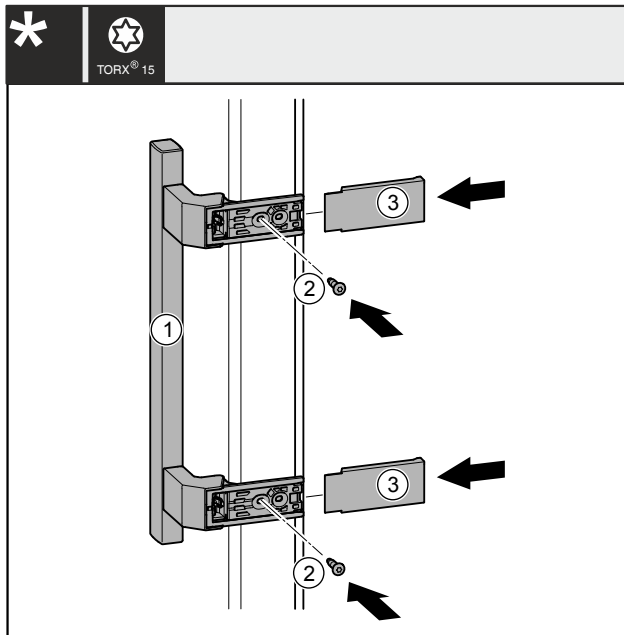

Fig. 29
- ▶ Griff Fig. 29 (1) auf der Gegenseite ansetzen.
- ▶ Schrauben Fig. 29 (2) mit Schraubendreher festschrauben.
- ▶ Abdeckungen Fig. 29 (3) seitlich ansetzen und aufschieben, so dass sie einrasten.